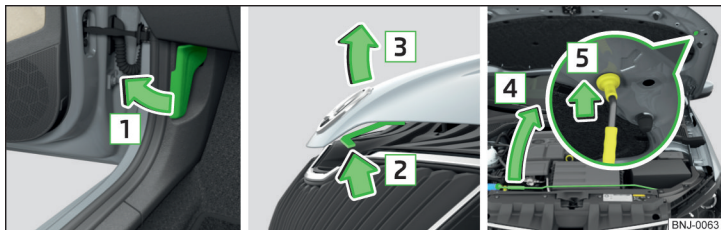

Fig. 246 Apertura del cofano motore
- Aprire la porta anteriore e tirare dalla leva di sbloccaggio sotto la plancia in direzione della freccia » fig. 246.